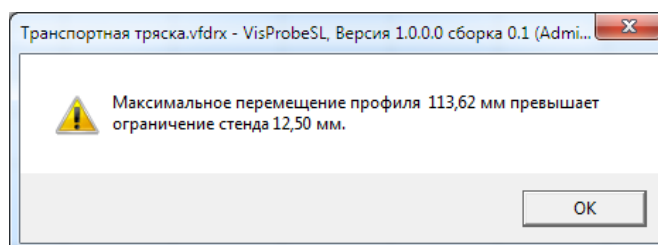

Рис. 51 Пример предупреждения при открытии теста
- предупреждения (см. Рис. 51) – файл теста загружается, но запуск испытания невозможен, т.к. есть ошибки в задании настроек теста.